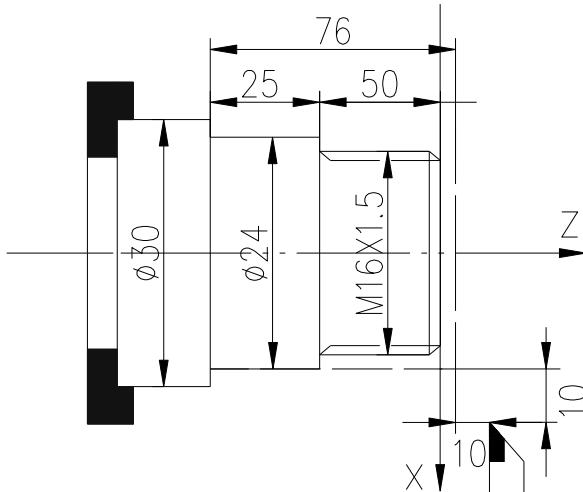

图 7-4-3 螺纹加工示例
**示例 2：** 加工图 7-4-3 所示工件。棒料：Φ30×100 mm。1 号刀为粗车刀，3 号刀切断，4 号刀为 60° 螺纹车刀。